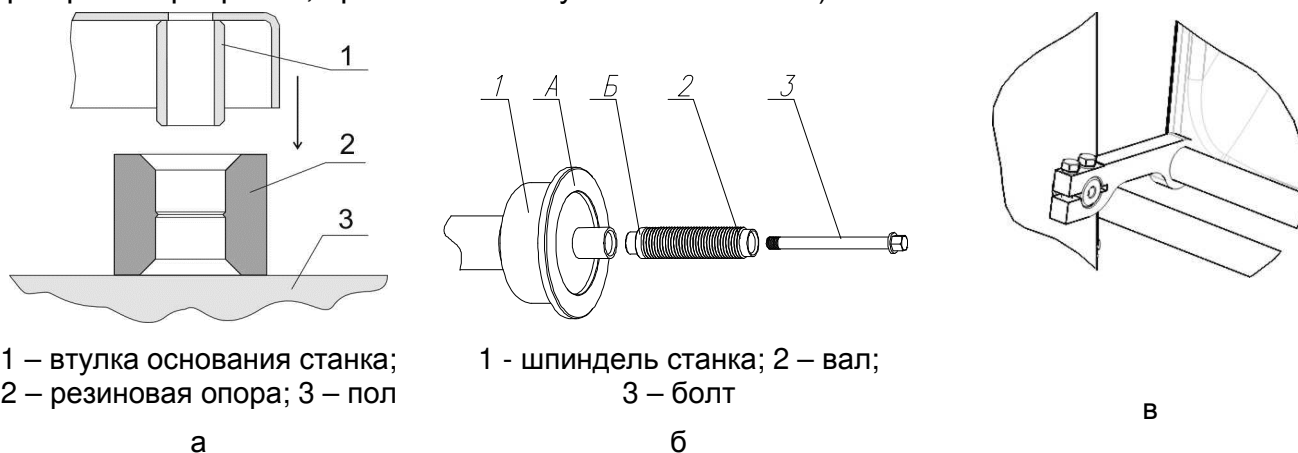

Рисунок 4.3
4.2.5 Закрепить защитный кожух на корпусе станка двумя болтами (рисунок 4.3 в).